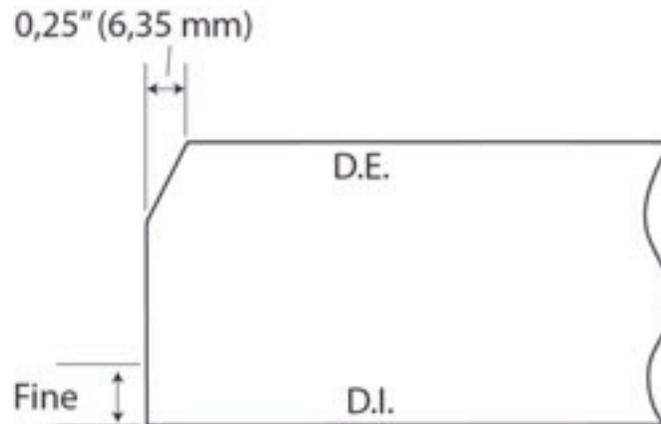

Figura 3-41. L'illustrazione mostra il profilo della prima passata con la maschera di smusso diritto.
**Nota:** Alla prima passata sarà eseguito il taglio illustrato nella Figura 3-41.